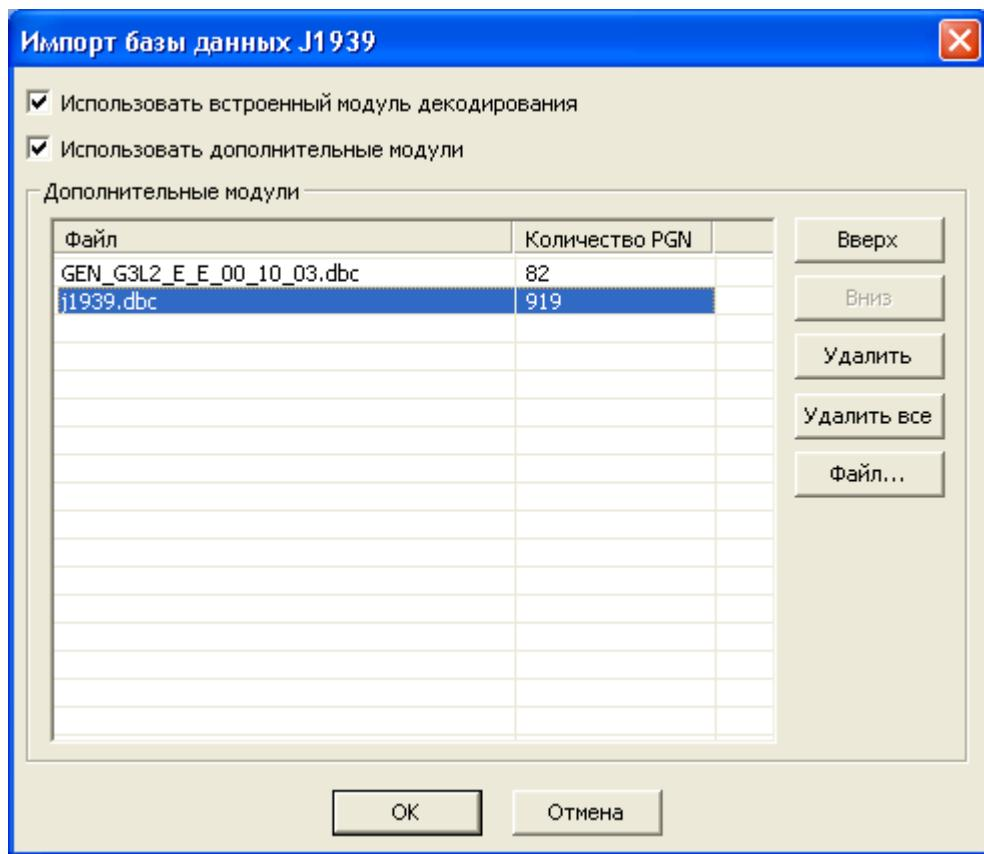

Рис. 5.2.
5.2. Диалог «Импорт базы данных J1939» (рис. 5.2) предназначен для подключения к общей базе данных описаний сообщений J1939 новых модулей в формате Vector DBC. В программу изначально встроен универсальный модуль декодирования сообщений J1939, который с помощью данного диалога настройки можно отключить, а также задать приоритеты обработки новых подключаемых модулей Vector DBC.